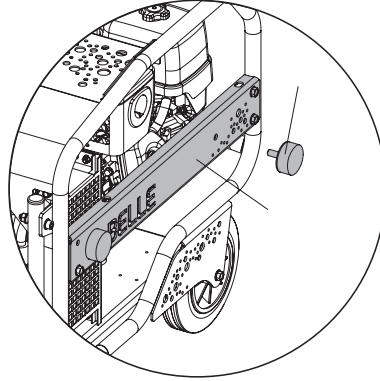

Imagen 2
3. En los agujeros ubicados en el nuevo protector lateral, atornille a mano 2 soportes antivibración con las dos tuercas y arandelas M10 que se suministran (*consulte la imagen 2*)